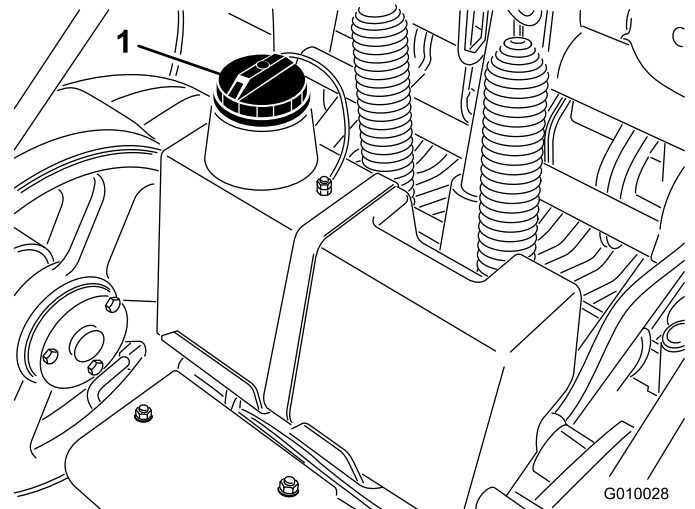

Figura 61
3. Limpie la zona alrededor del cuello de llenado y el tapón del depósito hidráulico (Figura 61). Retire el tapón del cuello de llenado.